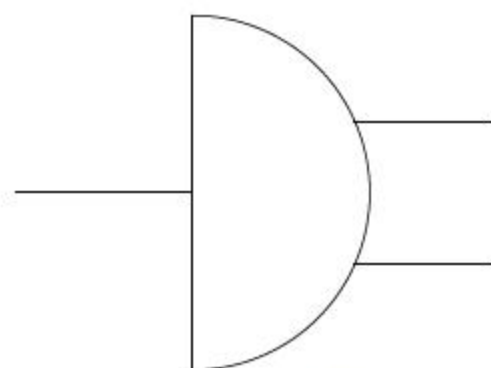

图8-124 删除线段
- 07 调用E【删除】命令，删除线段，结果如图8-124所示。